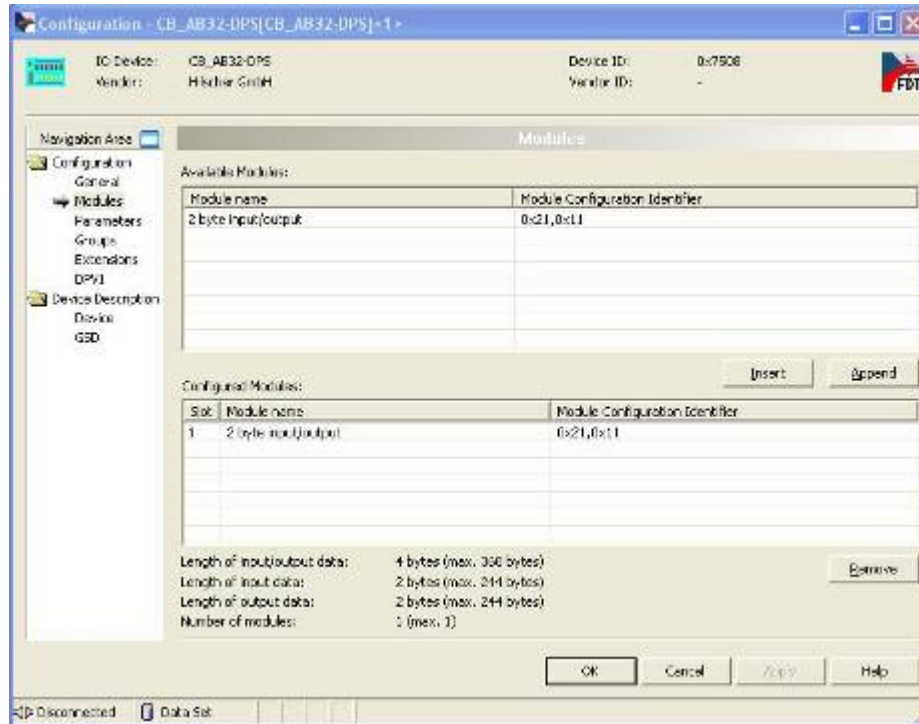

图 16
(16) 双击 CB_AB32-DPS 图标，对 PROFIBUS 从站进行配置，此处均选择默认参数，如图 16 所示：